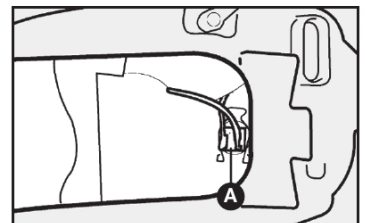

fig. 21
- 2) soltar o conector A-fig. 21 de alimentação da lâmpada;